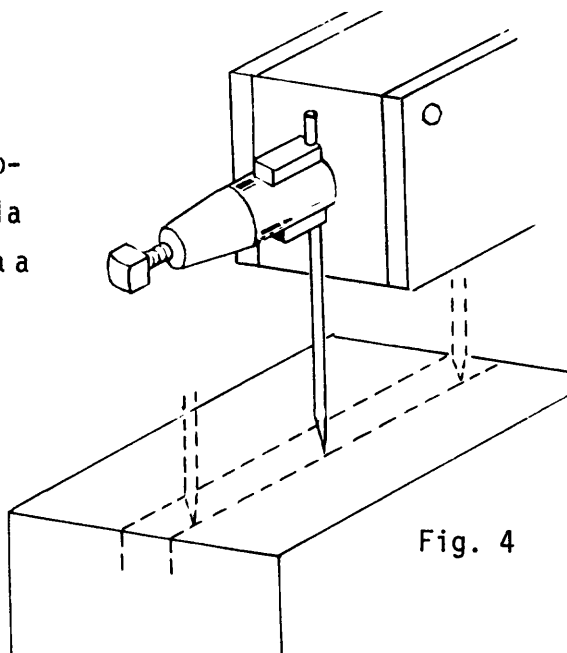

Fig. 4
- c Verifique la alineación del trazado con una punta (fig. 4) o con la propia herramienta.